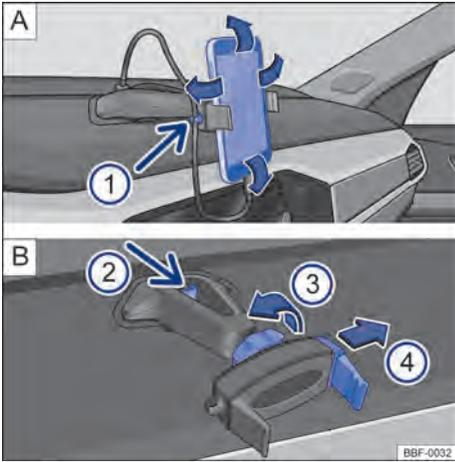

Fig. 168 No console central: suporte para telefone celular e ajustes.
- Segurar o suporte com uma mão e pressionar o botão de destravamento → Fig. 168 ② (seta).
- Com a haste → Fig. 168 ④ deslocar no sentido da seta, e instalar o telefone celular no alojamento.
- Com a outra mão deslocar a haste → Fig. 168 ④ até que seja possível remover o aparelho do alojamento.
- Colocar o cabo USB na entrada carregador USB do suporte existente no painel de instrumentos → Fig. 168 .
- Prender o cabo no suporte → Fig. 168 ①.
- Para liberar o movimento do suporte, girar a trava → Fig. 168 ③ no sentido contrário da seta.
- Para fixar a posição, girar a trava no sentido da seta ③ → Fig. 168 até a fixação total do suporte.
O suporte para telefone celular tem garantia de 3 anos, com exceção da haste deslizante (garra) → Fig. 168  ④ que tem garantia de **1 ano**.